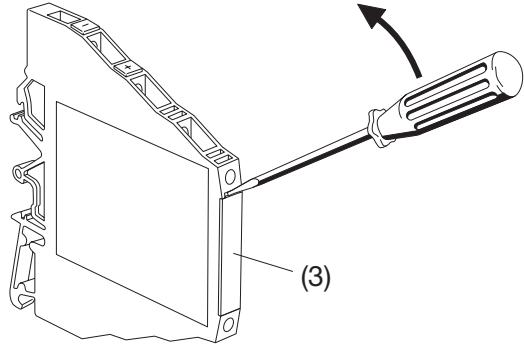

Bild 7
Durch Entfernen der Frontabdeckung (3) wird der Programmieranchluss zugänglich (Bild 7).